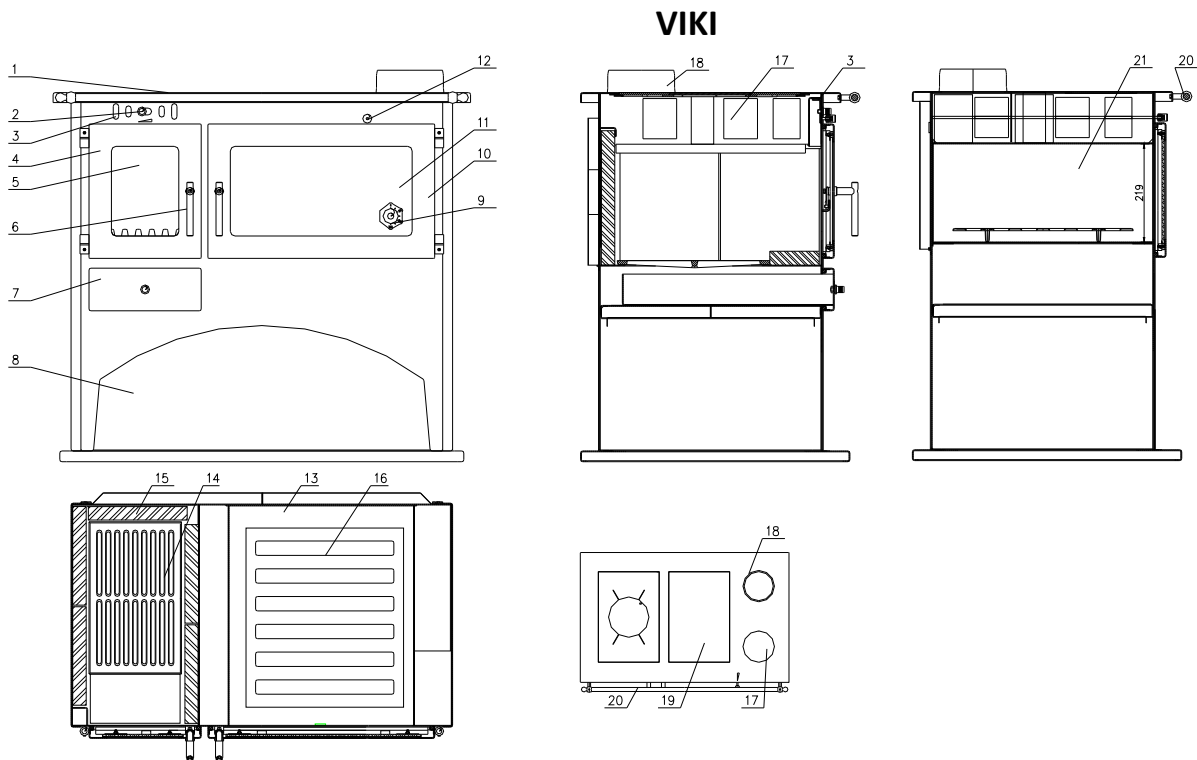
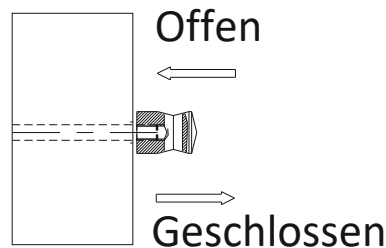

Abbildung 2
Abbildung 5
Zum Vorheizen des Backofens muss ein gutes Feuer im Brennraum vorhanden sein und die Klappe geschlossen sein (Abb. 5). An der Backofentür befindet sich ein Thermometer (Abb. 2, Pos. 9), mit dem die richtige Temperatur überwacht werden kann. Wenn Sie Gerichte oder Gebäck backen möchten, empfiehlt es sich, den mitgelieferten Ofenrost zu verwenden (Abb. 2, Pos. 16).
Die Sekundärluft versorgt das Feuer mit der für die Verbrennung benötigten Sauerstoffmenge und trägt zu einer besseren Verbrennung des Brennstoffs bei. Die Menge der Sekundärluft wird über den Regler (Abbildung 2, Position 3) an der Vorderseite des Kochers eingestellt. Während des Betriebs des Geräts gewährleistet der Sekundärluftregler die optimale Sauerstoffzufuhr.
Um das Anzünden eines kalten Kochers zu erleichtern, ist dieser mit einem Zündventil (Abb. 2, Pos. 17) ausgestattet. Es ist geöffnet, wenn der Griff des Ventilhebels (Pos. 12) fest gegen die Vorderseite gedrückt wird. Dadurch wird eine direkte Verbindung zwischen Brennkammer und Schornstein sichergestellt. Sobald der Ofen gut brennt, muss das Zündventil durch Ziehen des Ventilhebels mit dem Griff (Pos. 12) geschlossen werden. Der Kocher ist für den Betrieb mit geschlossenem Ventil ausgelegt, um eine optimale Leistung zu gewährleisten. Kennzeichnung der Zündventilsteuerung (Abb. 5):
- Die Regler für die Primär- und Sekundärluftsteuerung sowie die Klappe müssen geöffnet sein (Abbildung 5 und 8).